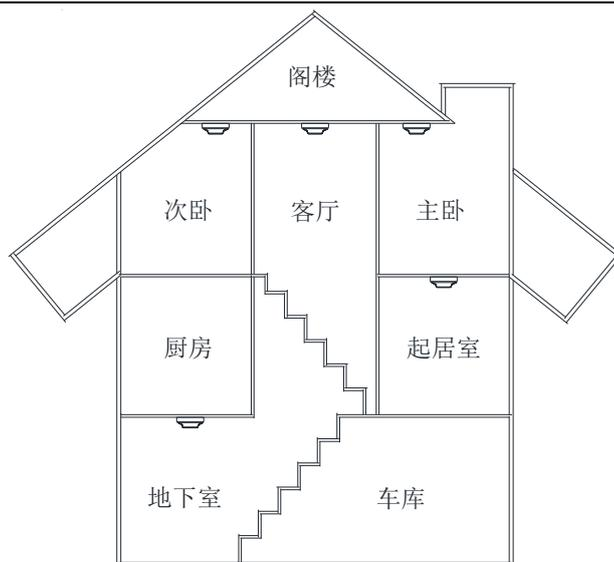

图3 报警器安装位置示意图
1、适宜安装的位置：报警器安装的位置可参考图 3，通过 TX6934 手持设备检测网络信号，选择网络信号最佳的位置安装报警器。